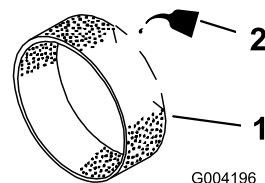

Figure 19
3. Imbibez le préfiltre de 30 à 60 ml d'huile (Figure 19).